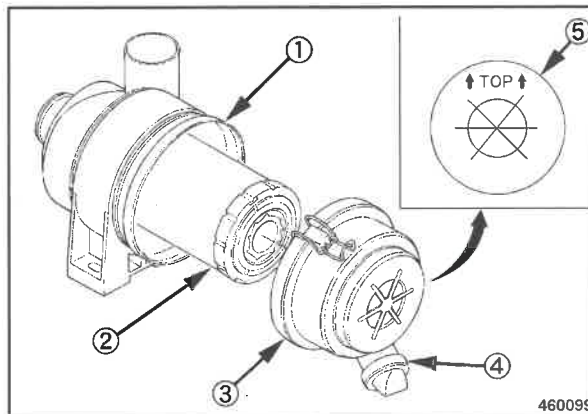

Fig. 147
- Inserire la cartuccia nuova del filtro aria (2) (Fig. 147), applicare il coperchio della scatola (3) con i contrassegni "TOP" (5) in alto e fissare tutto con le mollette di ritegno.